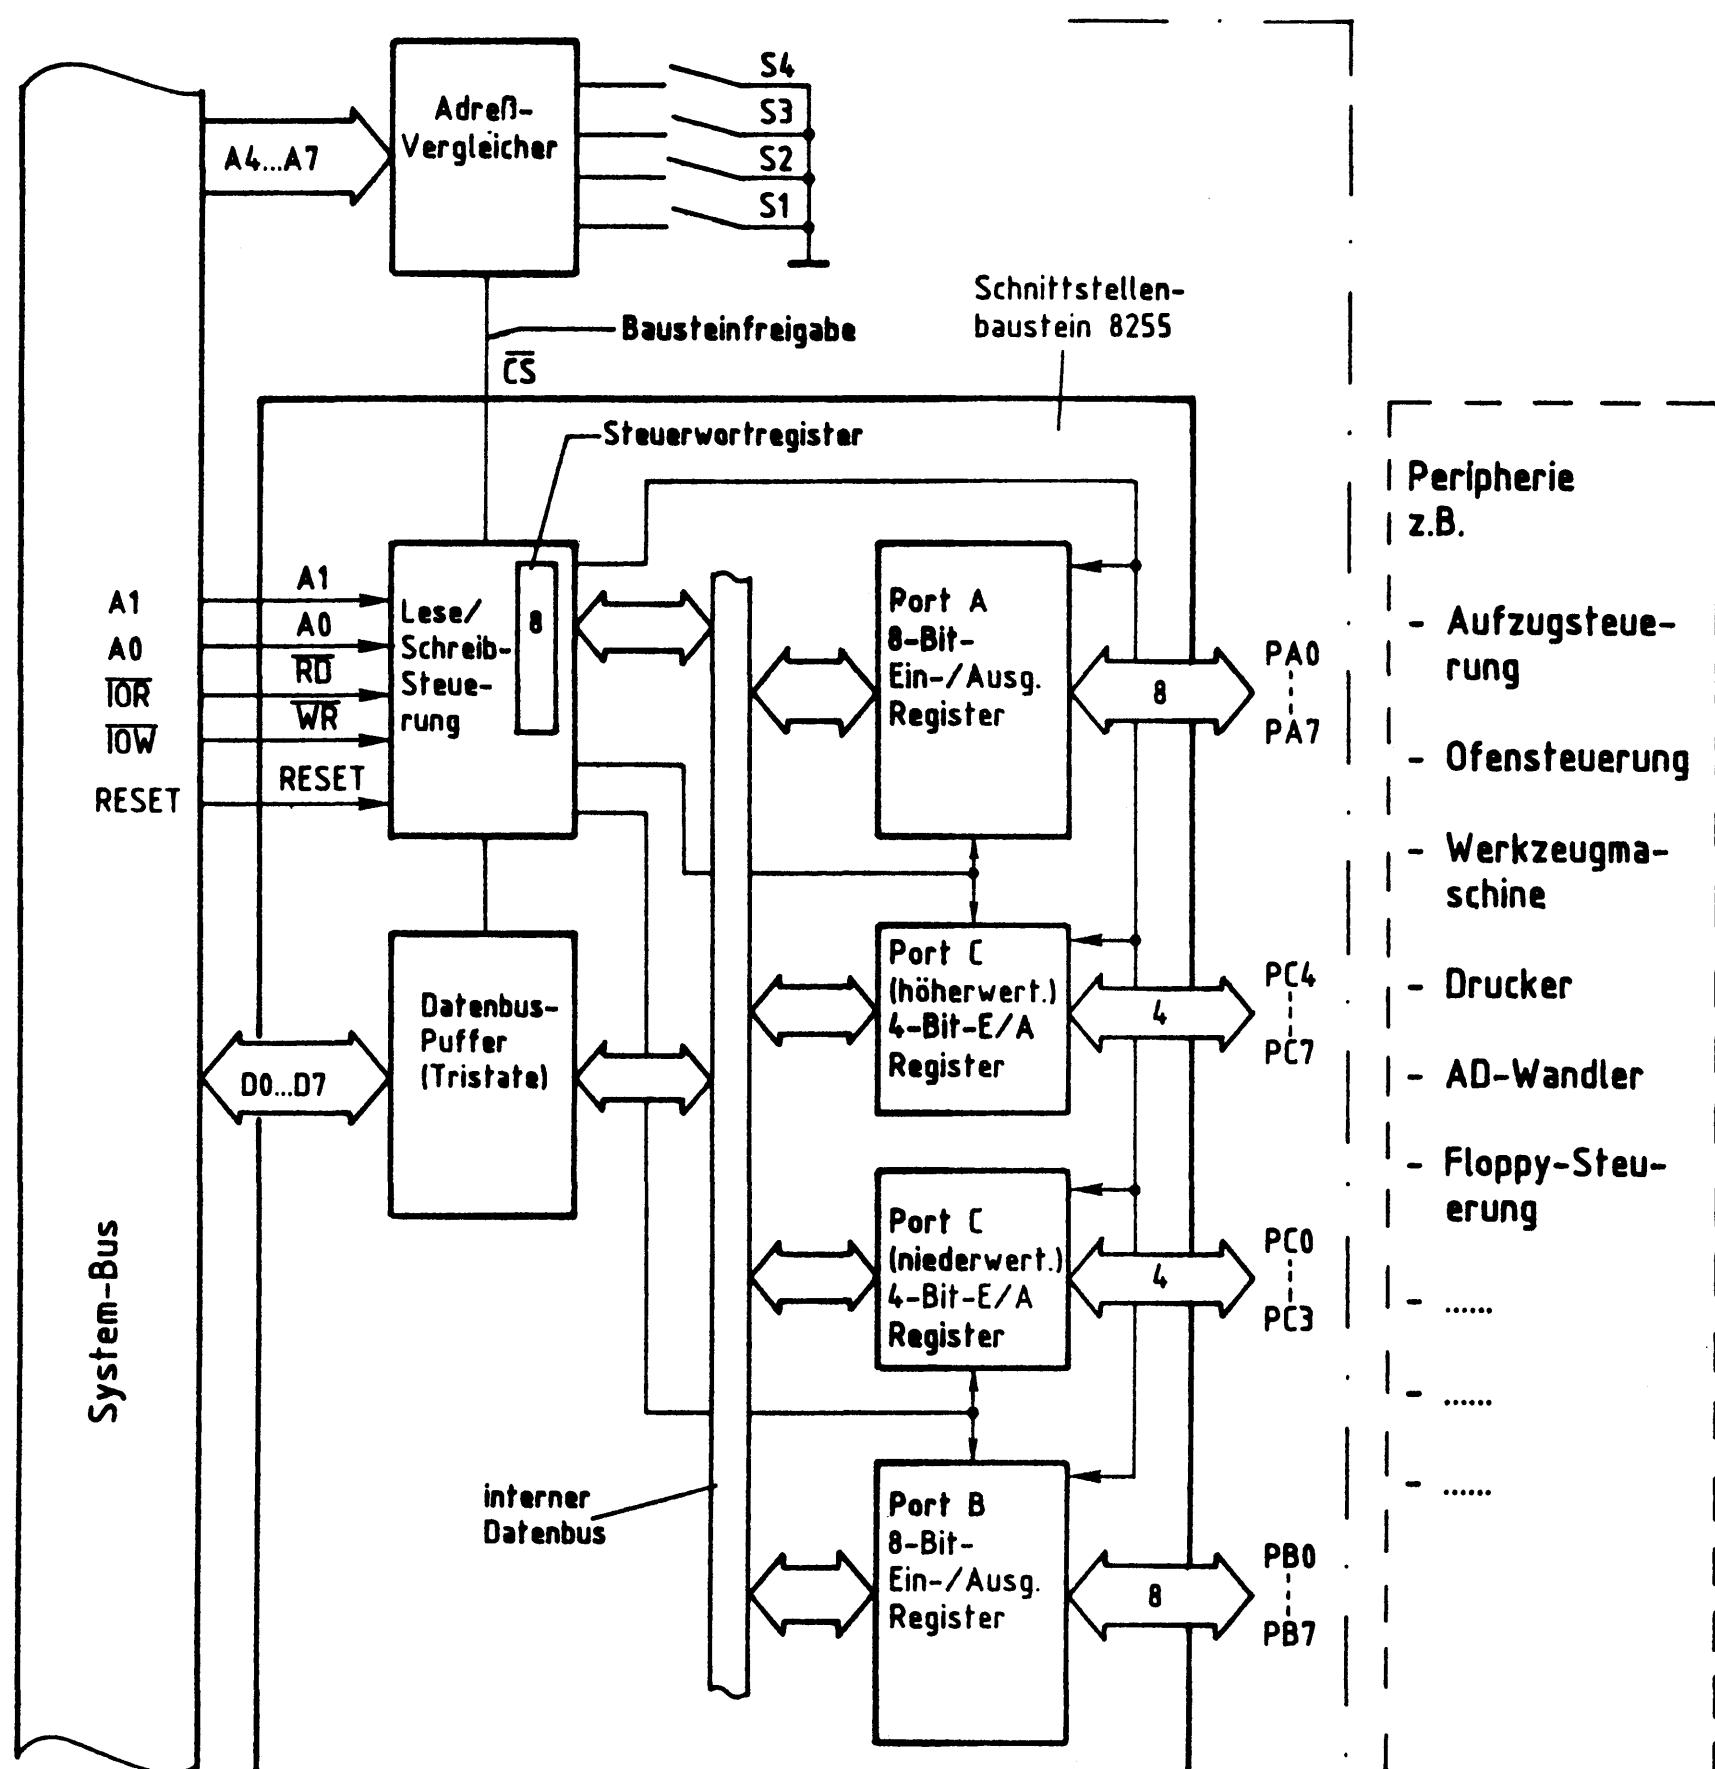

Bild 1: Blockschaltbild der "Programmierbaren Parallelschnittstelle" .
Bild 1 zeigt das Blockschaltbild der Baugruppe "Programmierbare Parallelschnittstelle", die aus den Schaltungsteilen "Adreßvergleicher" und "Programmierbarer Schnittstellenbaustein (8255)" besteht. Vor der Behandlung spezieller Einzelheiten wird zunächst die grundsätzliche Wirkungsweise der Baugruppe anhand dieses Blockschaltbildes erklärt.
Beim Lesen der einzelnen Eingabeports, beim Ausgeben von Daten über die Ausgabeports und beim Einschreiben von Steuerworten in das Steuerwort-Register muß dem Baustein 8255 über die Adreßanschlüsse A0 und A1 mitgeteilt werden, welcher der vier internen Blöcke (drei Ports und ein Steuerwort-Register, siehe Bild 1) am gewünschten Datenverkehr beteiligt sein soll. Bild 4 zeigt die Adressierung der Blöcke durch die Adreßleitungen A0 und A1.
Nachdem der Mikroprozessor die Adresse eines der drei Ports oder des Steuerwort-Registers ausgegeben hat, steuert er durch L-Pegel auf einer der beiden Steuerleitungen I_{OR} oder I_{OW}, ob er Daten aus dem Baustein lesen oder zum Baustein senden will. Die beiden Steuerleitungen sind mit den Bausteinanschlüssen RD und WR verbunden (Bild 1). Mit den Pegeln an diesen Eingängen wird innerhalb des Bausteins über die "Lese/Schreib-Steuerung" die Datenübertragungsrichtung gesteuert.
- Je ein 4-Bit-Kanal von Port C kann in Verbindung mit den Ports A und B verwendet werden (siehe auch Bild 1)